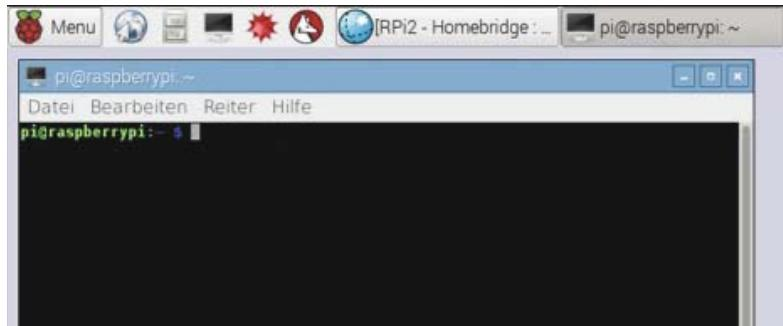

Bild 2: Raspbian-Desktop mit geöffnetem LX-Terminal
4. Nun öffnen wir entweder über die oben eingeblendete Taskleiste das Terminal (Bild 2) bzw. greifen per SSH-Tool auf den Raspberry Pi zu.